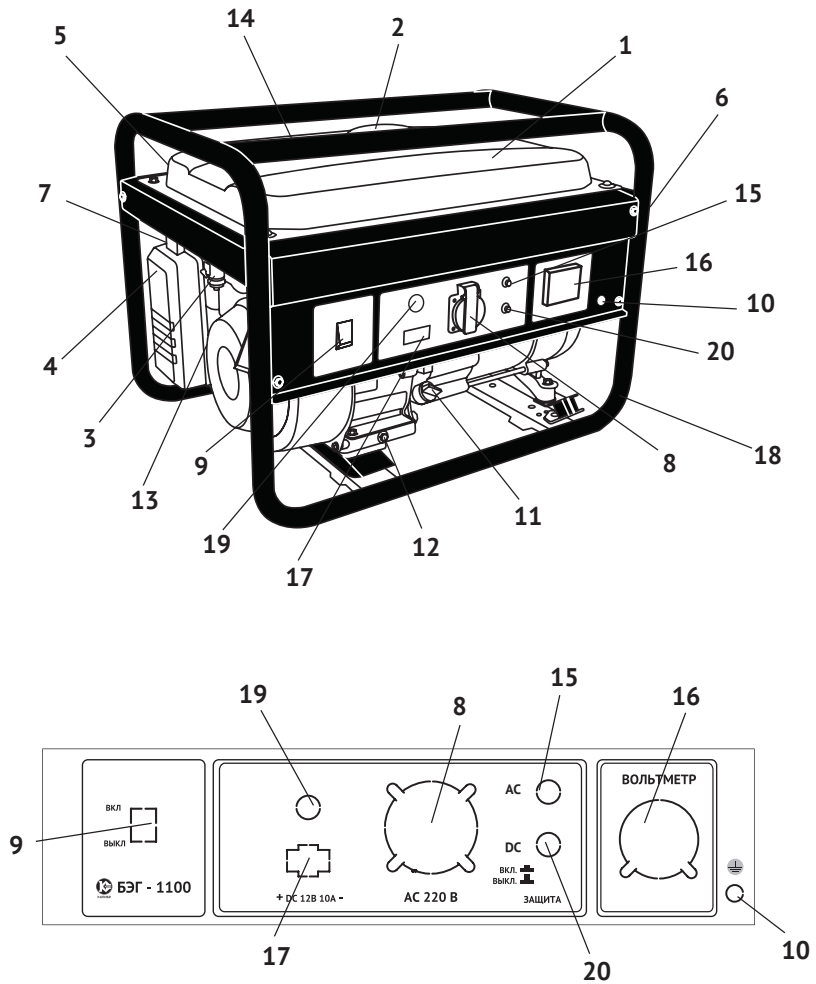

рис. 1
2.4 Общий вид бензогенератора схематично представлен на рис.1
3.4 Двигатель и генератор закреплены на трубчатой раме (рис.1 поз.18) через амортизаторы, что снижает вибрацию аппарата и уменьшает уровень шума при работе. Все элементы бензогенератора имеют удобный доступ для обслуживания и ремонта.
Электрическая сеть подключения потребителей относится к системе с изолированной нейтралью, предусматривающей защитное заземление открытых токопроводящих частей корпуса. В зависимости от местных условий (состав грунта, его влажность и т.п.) изменяется качество заземления. Во всех случаях защитное заземление должно иметь сопротивление не более 4-х Ом. Во время работы бензогенератора его клемма заземления (рис.1 поз.10) должна быть подсоединена к заземлителю. Практически это требование может быть реализовано следующими способами: